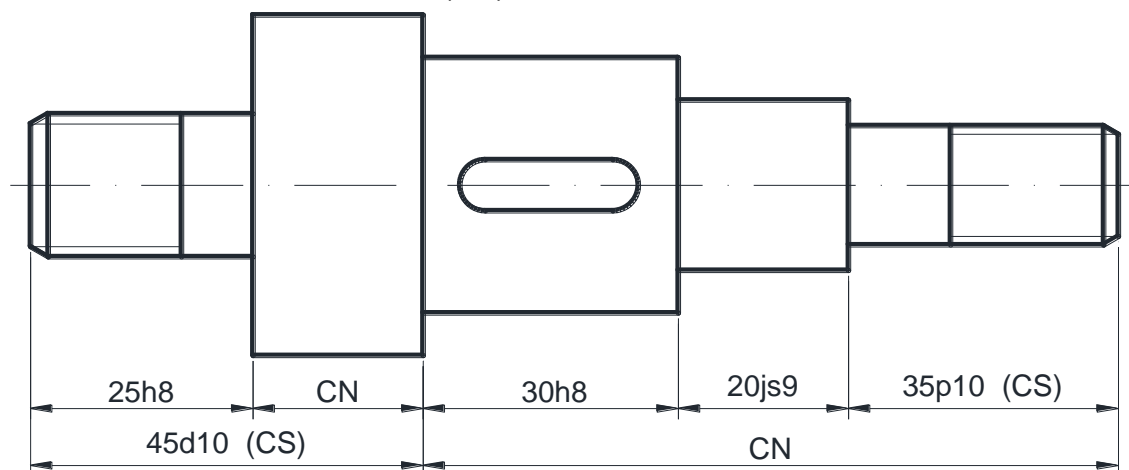

Figura 7.
Ejercicio 3: Obténganse la nueva acotación de la figura 7 introduciendo las nuevas cotas mediante la sustitución de las cotas (CS).